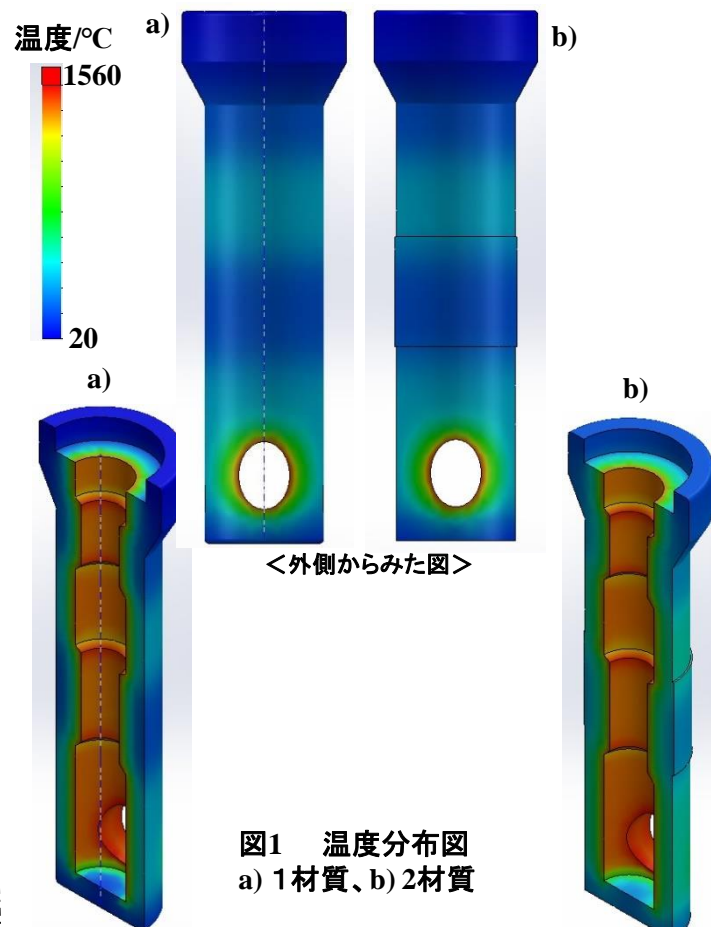

図1 温度分布図
- ・モデル: 対称性を考慮した1/2モデル。図1 b)に示すように、最初に図1 a)を作成すれば、形状変更の検討は簡単である。
図1 a): 1材質モデル、b): パウダーラインを設けた2材質モデル